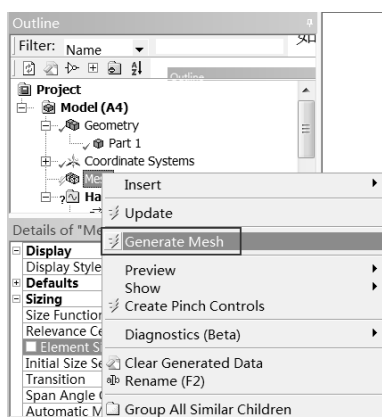
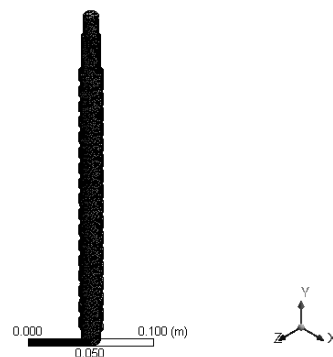

图 7-66 网格划分
图 7-67 划分后网格
Step5：在 Outline 栏的 Mesh 选项上右击，从弹出的快捷菜单中选择 Generate Mesh 命令，划分网格，如图 7-66 所示。划分后网格如图 7-67 所示。